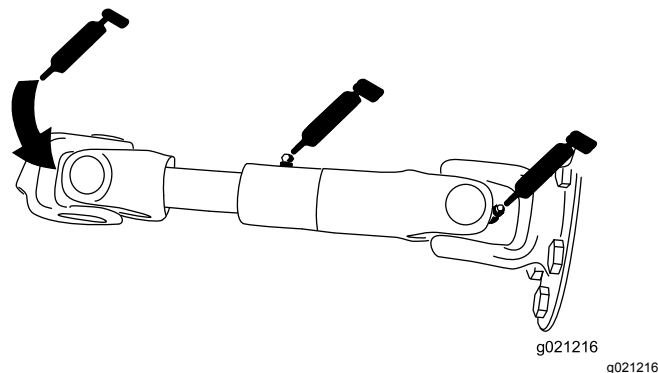

Figura 64
- Albero di trasmissione della pompa (3) (Figura 64)